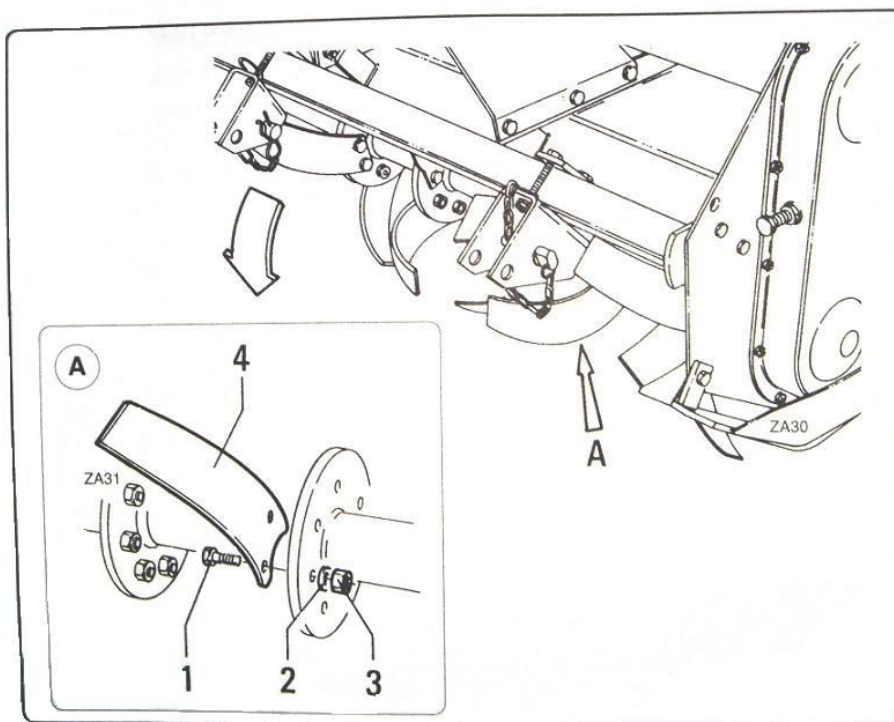

fig. 7.5.3
7.5.4 - Changement des lames de la houe (fig. 7.5.3)
- Les lames de la houe « 4 » fig. 7.5.3 doivent être remplacées si elles sont endommagées, tordues, usées, émoussées ou susceptibles de se casser pendant le travail.